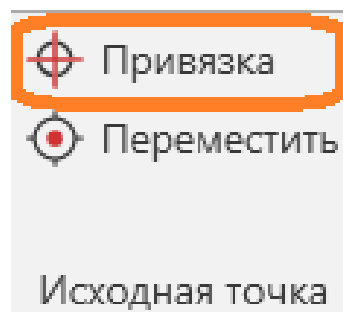

Рисунок 11 – Привязка начальной точки
2. На вкладке **Главная** нажмите кнопку **Исходная точка**, затем нажмите **Привязка** (рис.11).